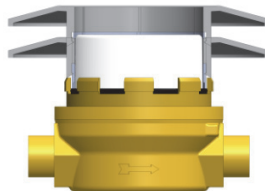

Abb. 5
- 2.19. Rosette und sofern durch große Einbautiefe erforderlich, eine bis drei Verlängerungshülsen aufstecken (Abb. 5).
- 3.6. Bei Eichturnuswechsel eines Minomess WE die Rosette wieder aufstecken. Bei Wechsel des Zählerfabrikats auf Minomess WE eine neue Rosette aufstecken (Abb. 5).